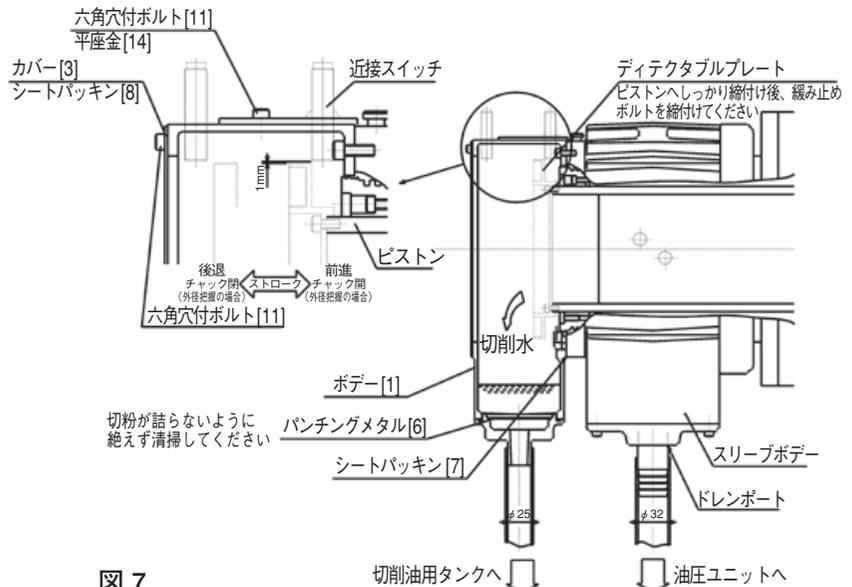

図 7
(内径φ25) (図7)
近接スイッチの位置調整については下記の手順で行ってください。(図7)
- 切削油がクーラントコレクタから溢れ出た場合、スリーブボデー側へ切削油が混入します。切削油がクーラントコレクタ内に溜まらないように絶えずバンチングメタルを清掃し切粉詰りに十分注意すること。(図7)